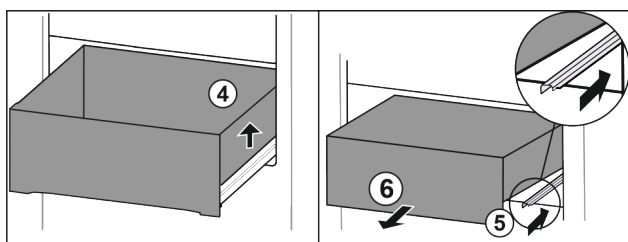

Fig. 182
- Dvignite predal desno. Fig. 182 (4)
- Vstavite desno vodilo. Fig. 182 (5)
- Predal vzemite ven v smeri naprej. Fig. 182 (6)